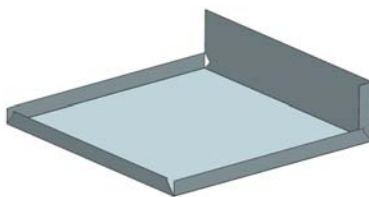

图 11-110 创建重新折弯特征
(2) 在“重新折弯”对话框中，单击按钮，创建重新折弯特征，如图 11-110 所示。